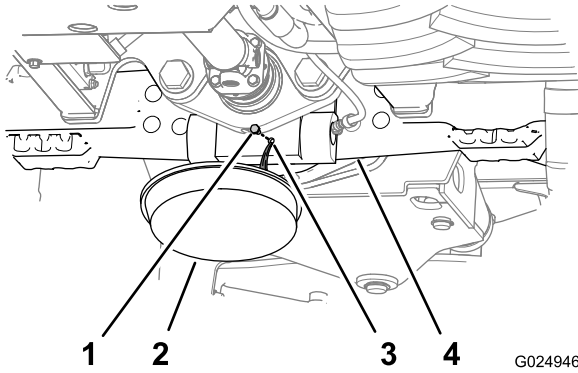
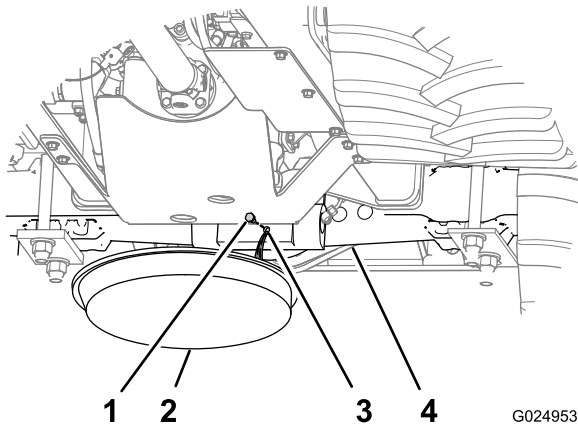

Figure 88
Figure 89
1. Placez un bac de vidange sous le carter des pignons de pont (Figure 88 et Figure 89).
2. Enlevez les bouchons de l'orifice de contrôle et de l'orifice de vidange des carters de pignons des ponts (Figure 88 et Figure 89).